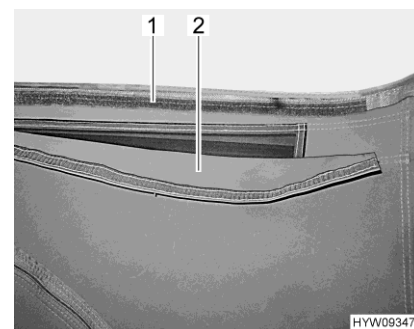

Bild 61 Ventilation (öppet)
- Drag upp tygremmen (Bild 61,2) och tryck på kardborrbandet (Bild 61,1).